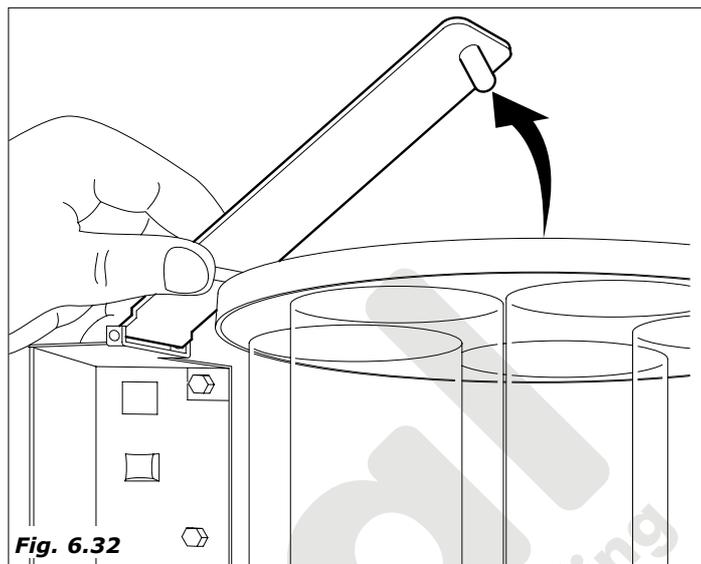

Fig. 6.32
- levantar la abrazadera que fija la columna (Fig.6.32)